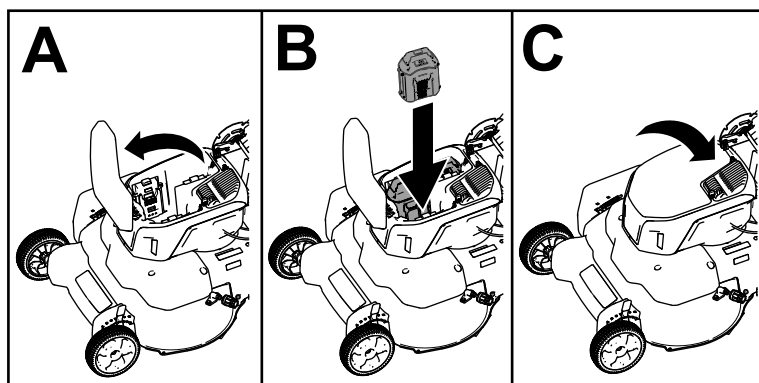

Figura 10
2. Eleve a tampa do compartimento da bateria (A de Figura 10).
3. Alinhe a cavidade da bateria com o ressalto na máquina e deslize a bateria para o compartimento até que encaixe no sítio (B de Figura 10).
4. Feche a tampa do compartimento da bateria (C de Figura 10).